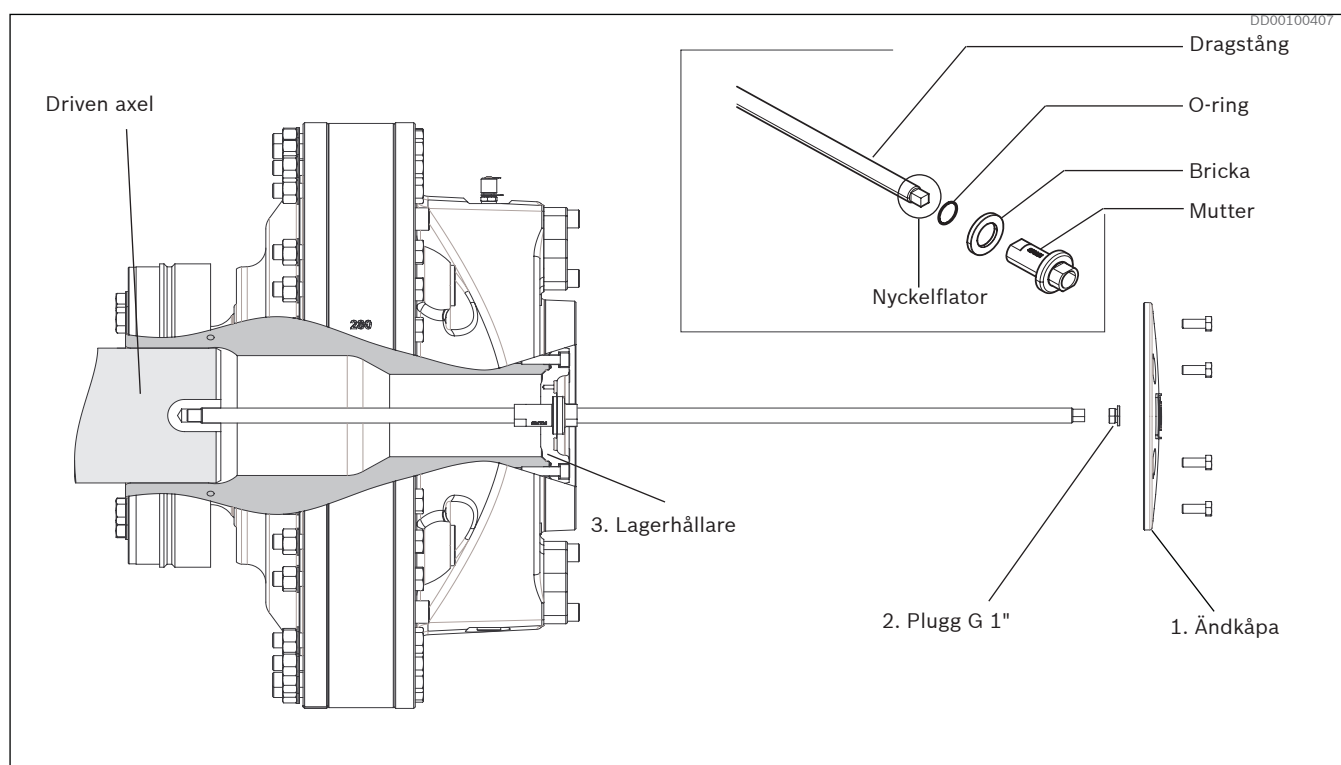

Fig. 40: Montering av kopplingsmotor med monteringsverktyg
1. Ta bort ändkåpan (1) med sina skruvar och brickor.
2. Avlägsna pluggen G 1" (2).
4. För in monteringsverktyget genom att föra dragstången genom motorns centrum och skruva den på den drivna axeln (använd fast nyckel på nyckelflators i änden av monteringsverktyget). Sätt på brickan och dra därefter åt muttern mot lagerhållaren (3). Se Fig. 40.